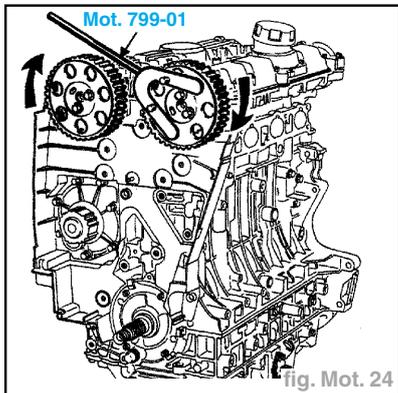

fig. Mot. 24
- Mettre les taraudages des troisièmes vis des pignons d'arbre à cames au centre des lumières (C). (Pour éviter lors de la tension que les pignons viennent en butée sur les vis (19)).
• le pignon d'arbre à cames admission (tout en essayant de garder le taraudage au centre de la lumière (C)),
• le pignon d'arbre à cames échappement (tout en essayant de garder le taraudage au centre de la lumière (C)),
- Mettre les troisièmes vis et les serrer au couple de 2 daN.m, en immobilisant les poulies avec le Mot. 799-01 (fig. Mot. 24).
- Vérifier que l'index mobile (E) se trouve au milieu de la "fenêtre de tension", sinon reprendre l'opération.
- Reposer les deux vis des poulies d'arbres à cames et les serrer au couple de **2 daN.m**, ceci en immobilisant les poulies à l'aide du **Mot. 799-01** (fig. Mot. 24).